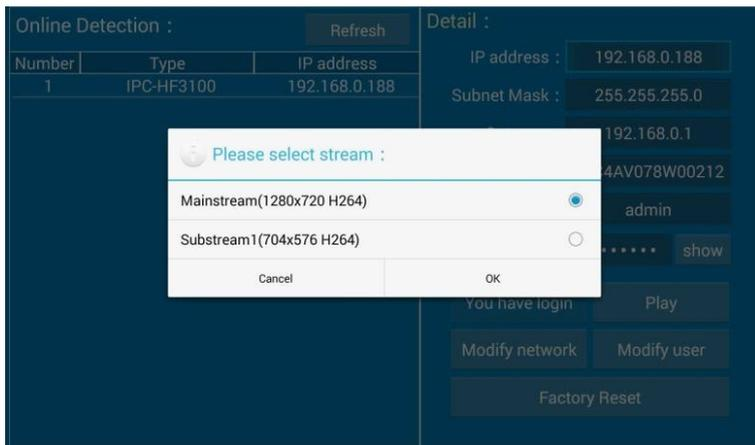

Рис. 163 Выбор видеопотока для тестируемой видеочамеры
4. Если видеочамера поддерживает выбор из нескольких потоков, выберите нужный, рис. 163